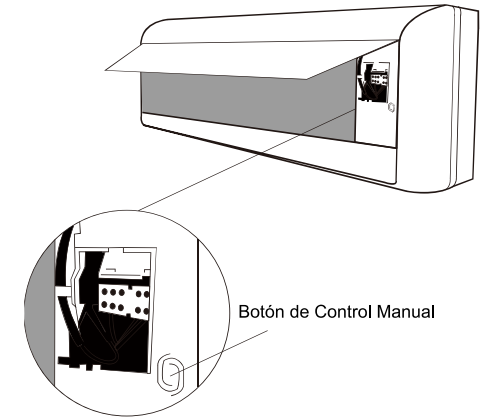

Fig. 8.1
2. El botón de CONTROL REMOTO está ubicado en el lado derecho de la unidad. Presione 2 veces para elegir la función ENFRIAR (COOL). Vea Fig. 8.1.